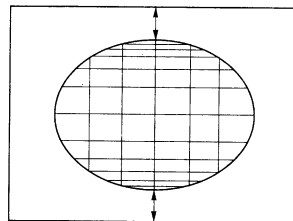

Bild 4
- Stellen Sie die S-Korrektur so ein, daß Sie eine Ausgewogenheit zwischen dem oberen und unteren Bildteil und der Mitte erhalten (Bild 4).